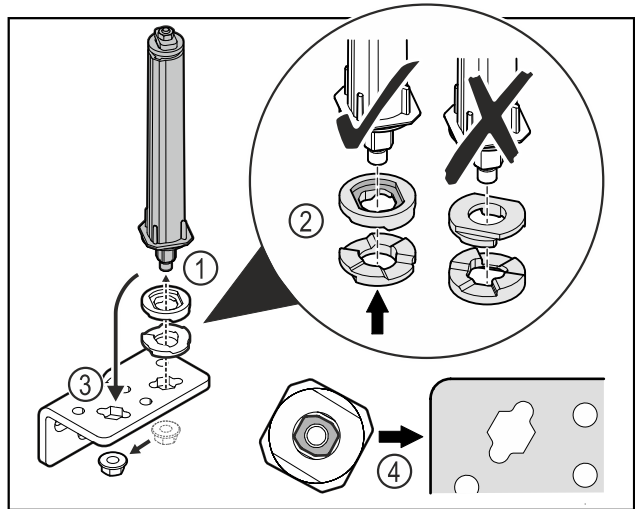

Fig. 35
- ▶ Развийте гайката и свалете затварящата система на вратата Fig. 35 (1).
- ▶ Обърнете внимание на правилното подравняване на шайбите за регулиране на височината Fig. 35 (2).
- ▶ Преместете затварящата система на вратата в ъгъла на пантата и я фиксирайте с гайката Fig. 35 (3).
- ▶ При поставяне се уверете, че затварящата система на вратата е правилно подравнена Fig. 35 (4).